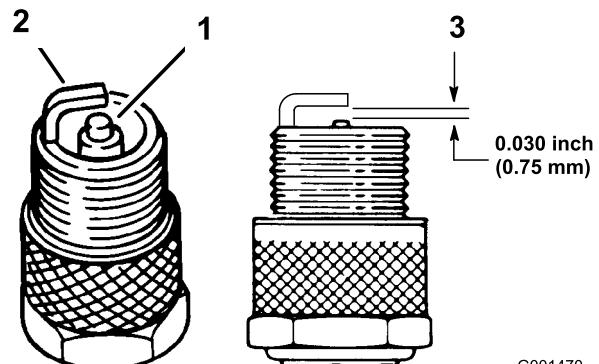

Figura 50
1. Controllate il centro delle candele (Figura 50). Se l'isolatore è di color marrone chiaro o grigio, il motore funziona correttamente. Una patina nera
2. Controllate la distanza tra gli elettrodi centrale e laterale (Figura 50). Piegate l'elettrodo laterale (Figura 50) se la distanza non è corretta.
3. Collegate i cappellotti alle candele (Figura 50).